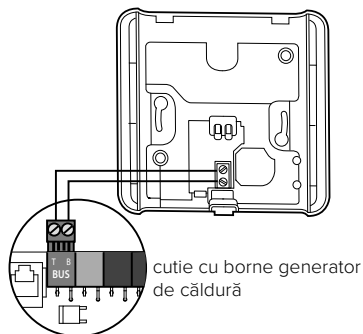

Fig. 13
- Conectați cablurile Sensorului de mediu la borna BUS de pe cutia cu borne specială a generatorului de căldură (Fig.13).